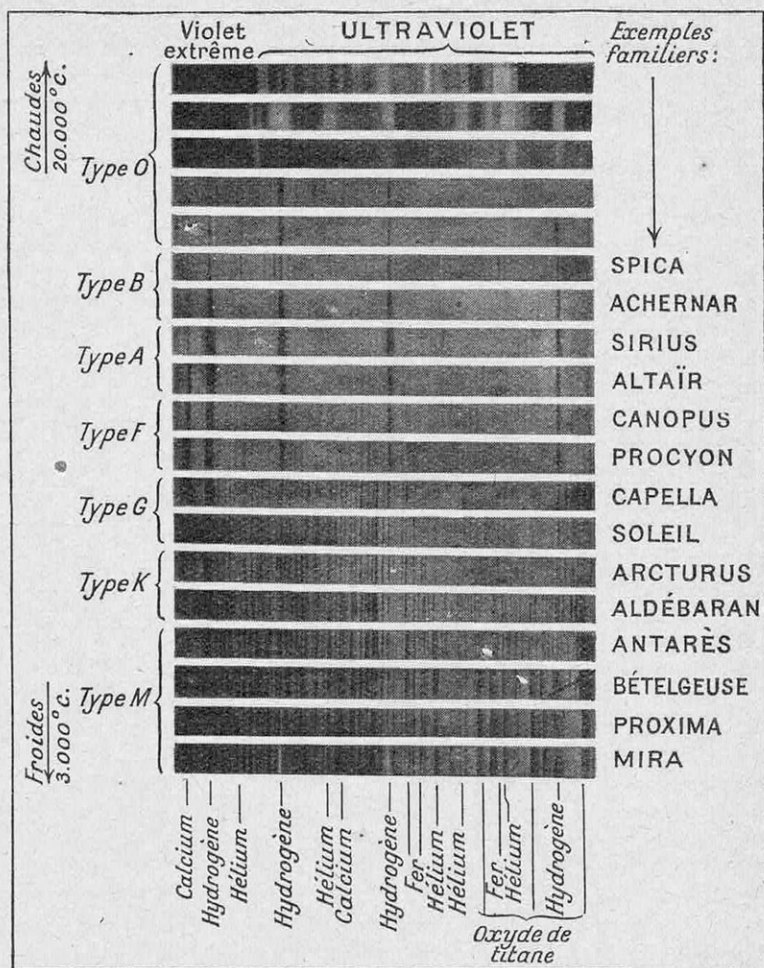

FIG. 7. — LES SPECTRES DES ÉTOILES
L'image de l'étoile se forme sur la fente. Si l'étoile était violette, on verrait (après développement du cliché) une petite ligne à l'endroit marqué « violet ». En fait, on obtient toute une série de raies (tout un spectre, comme on dit). La figure 7 représente les spectres des principaux types d'étoiles.
La figure 7 reproduit dix-neuf spectres d'étoiles, choisis parmi les plus importants et les plus caractéristiques ; on remarquera comment ces spectres se modifient progressivement quand on passe d'une des rangées à la rangée voisine. Jamais une raie nouvelle n'apparaît dans un spectre si elle n'existe pas plus faiblement dans un des spectres contigus : les éléments du Soleil (et de la Terre) sont universellement répandus, mais ils s'y trouvent dans des conditions physiques différentes (1), ce qui explique la diversité des spectres stellaires.
exceptionnel : il n'y a en tout qu'une centaine d'étoiles connues de ce type, toutes invisibles à l'œil nu (donc, toutes très éloignées de nous) ; c'est la raison pour laquelle la figure 7 n'en indique aucun « exemple familier » ; la couleur est blanc bleuâtre ; la température superficielle dépasse 20 000° C ;